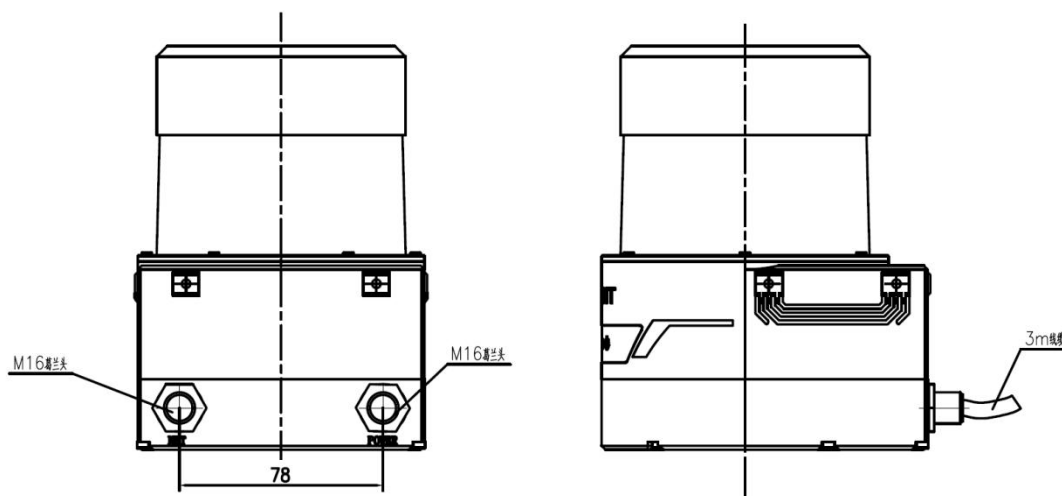

图2 葛兰头下出线形式尺寸图
- 接口尺寸图：葛兰头下出线形式尺寸（图2）（尺寸单位：mm）